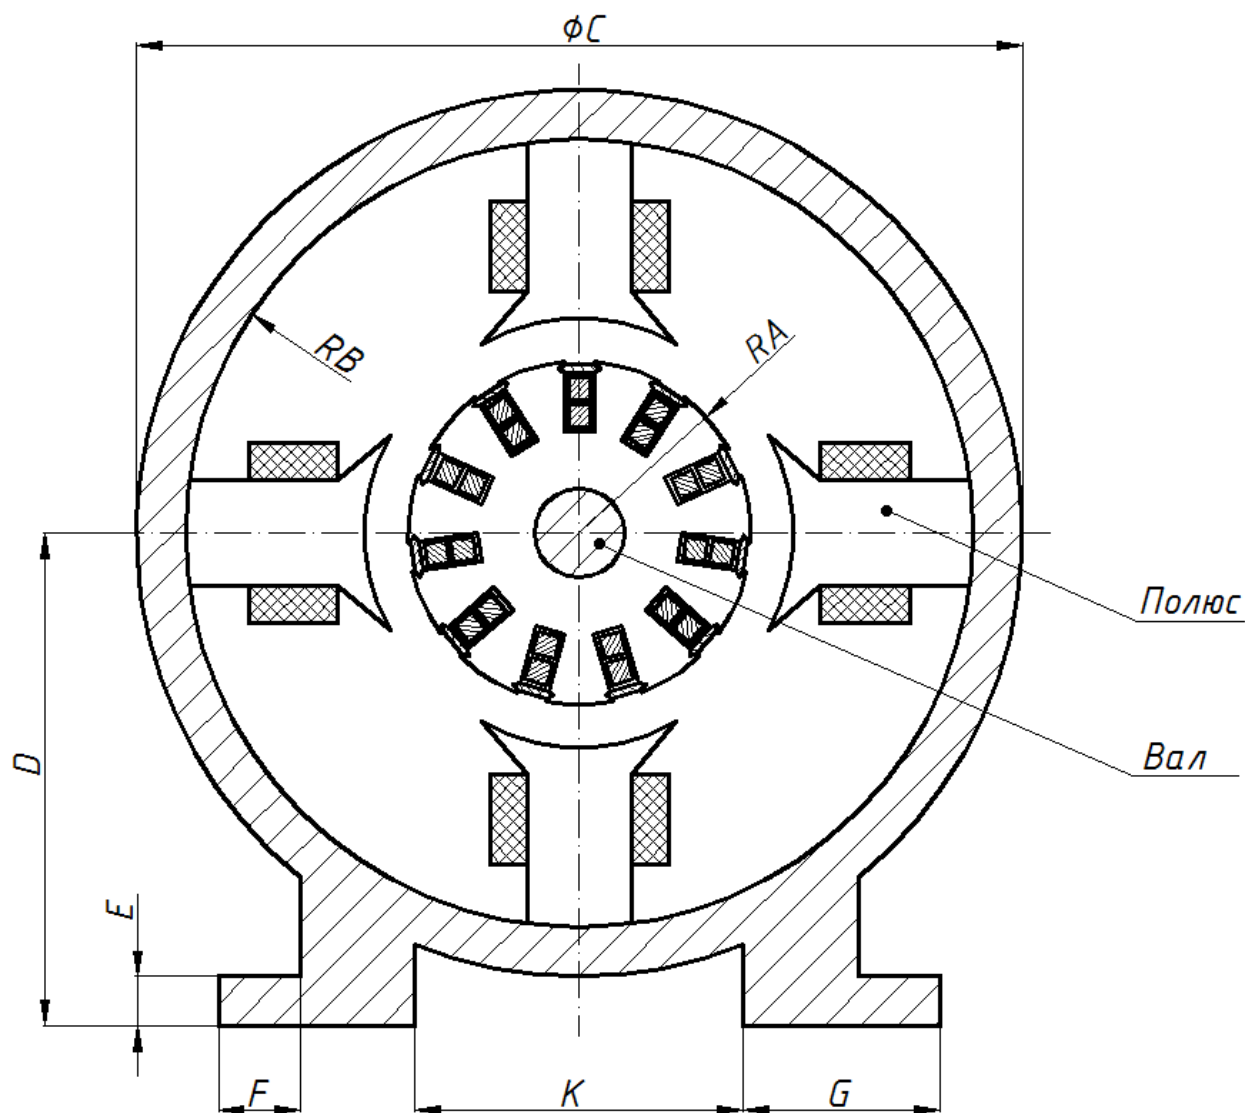

Рис. 13
1. Погодити з викладачем варіант завдання на технічне креслення (табл. 5.1, 5.2, 5.3 та рис.13, 14, 15).
№ варіанту	Розміри, мм (див. рис.13)